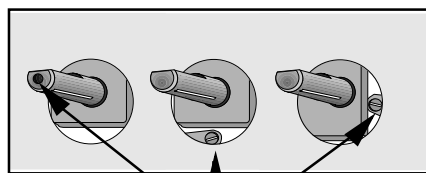

Abb. 5
- 3) Handelt es sich um einen Hahn mit Bypassnadel im Inneren des Stabes, so reicht es, je nach Gasart fester oder lockerer zu schrauben. Im nächsten Absatz finden Sie die entsprechende Anleitung (Abb. 5).